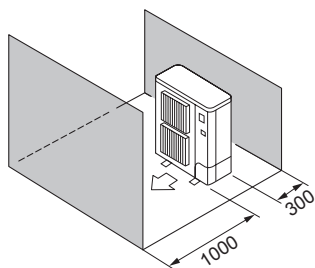

Fig. 2-10
- ⑤ Šķēršļi tikai iekārtas priekšpusē un aizmugurē (Fig. 2-10)